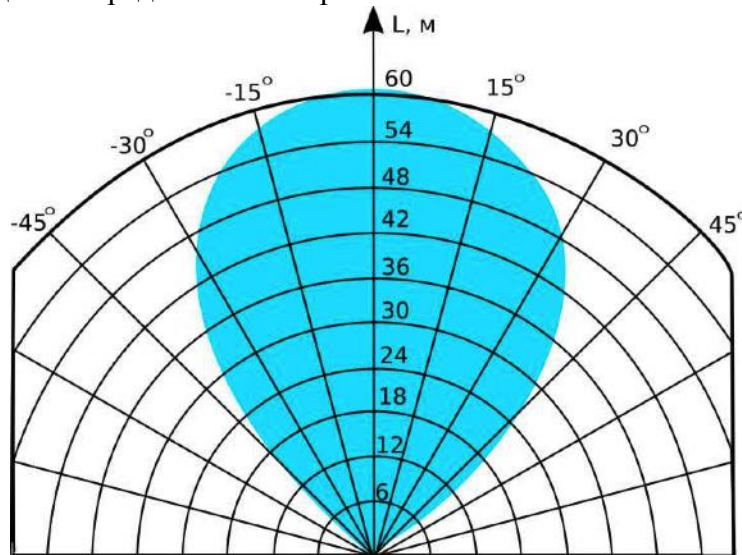

Рис. 1 Типовая диаграмма направленности ИП-330-1-4 “Вега”
1.3.4 Угол обзора извещателя должен быть, не менее  $90 \pm 2$  градусов. Типовая диаграмма направленности извещателя представлена на рис. 1.